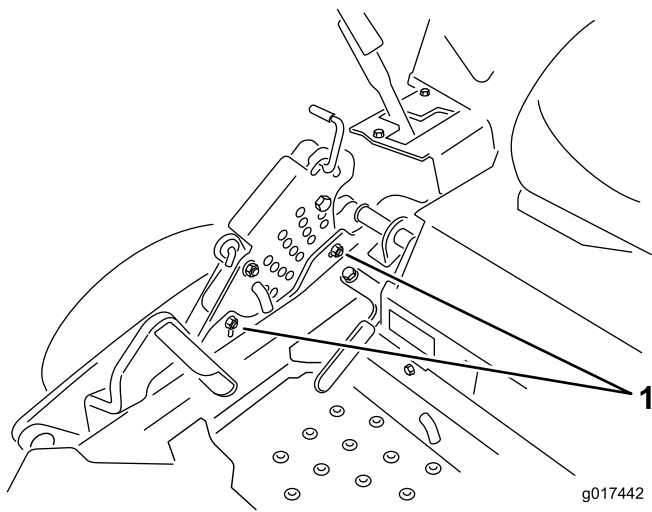

**Figura 73**
Gire el tornillo de ajuste hasta obtener una altura de 7.6 mm (3 pulg.) (ver Figura 73).
16. Gire el tornillo de ajuste hasta obtener una altura de 8.3 cm (3-1/4 pulg.) (Figura 73).